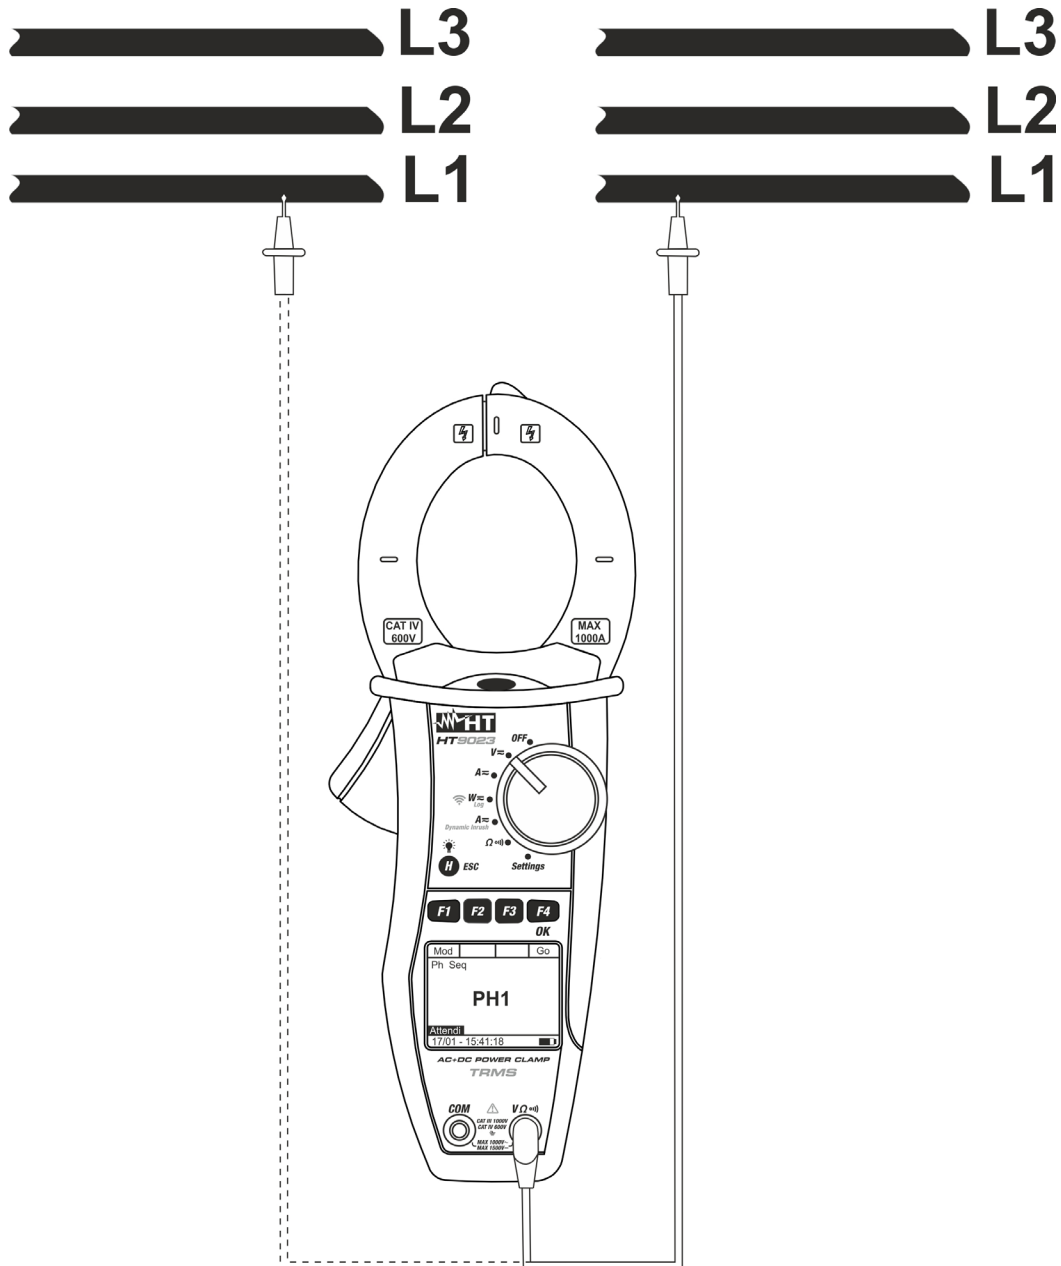

Fig. 8: Verificación de la concordancia de las fases
2. Inserte el cable rojo en el terminal de entrada $V\Omega$ y posicione la punta **sobre la fase L1 de la primera terna de trifásicos** del circuito en examen (vea Fig. 8)
5. El instrumento muestra el mensaje "**PH2**" y espera la detección de la fase L1 de la segunda terna de trifásicos. Conecte la punta roja a la fase L1 de la segunda terna de trifásicos (vea Fig. 8)